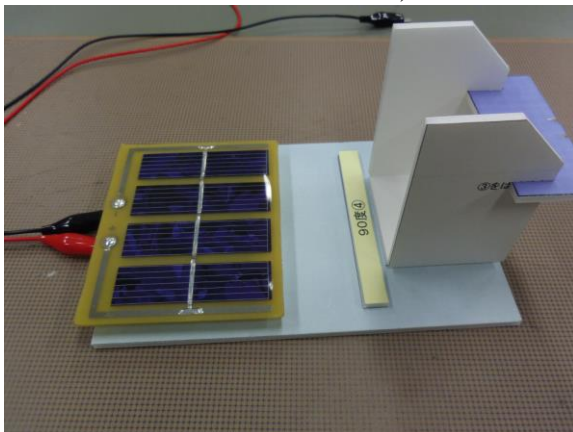

図 16: 太陽電池が 0 度の時の置き方
11. 太陽電池が 0 度の時は図 16 のように置くと平らに置くことができます。